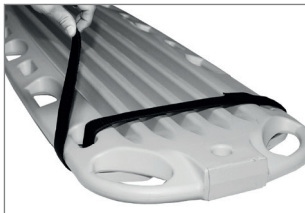

Bild 1a
1. Befestigen Sie die Grundplatte am Spineboard mit Hilfe des breiten Befestigungsgurtes (Bild 1a,b).